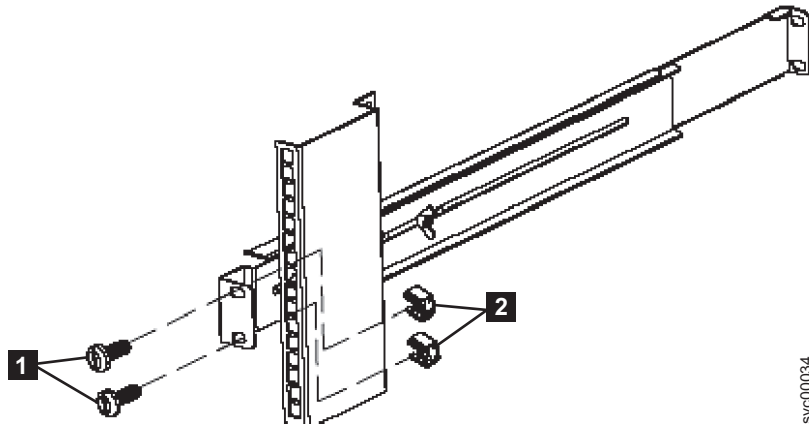

図 234. 2145 UPS-1U の後部レール取り外し
5. 2 つの M6 × 10 ねじ (291 ページの図 234 の **1**) と 2 つのクリップ・ナット (**2**) をレールの後ろ側から取り外します。